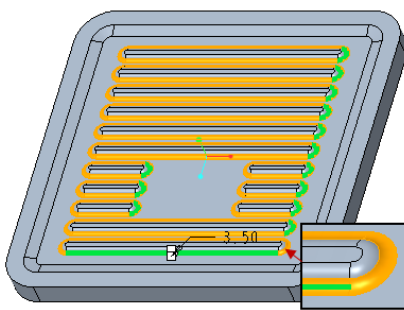

图 5-124 选择要圆角的边线 2
- (1) 单击  (倒圆角) 按钮, 打开“倒圆角”选项卡。
- (2) 设置圆角半径为“3.5”。
- (3) 结合〈Ctrl〉键选择图 5-124 所示的边线。